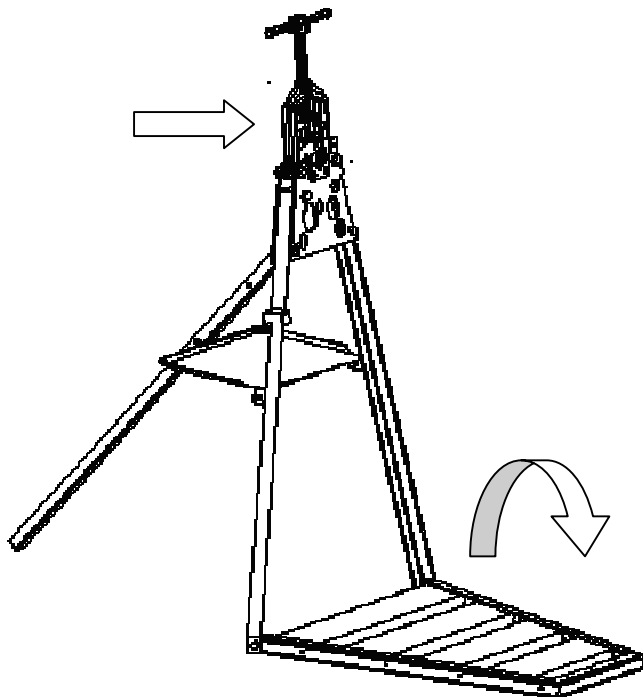

Bild 4
4. Die Fußgestellsicherung (8) lockern und das Fußgestell (4) (siehe Bild 4).
5. Den Kopf (1) mit den Ständerschrauben (10) anschrauben und den Kopfhaken (7) zuklappen (siehe Bild 4).